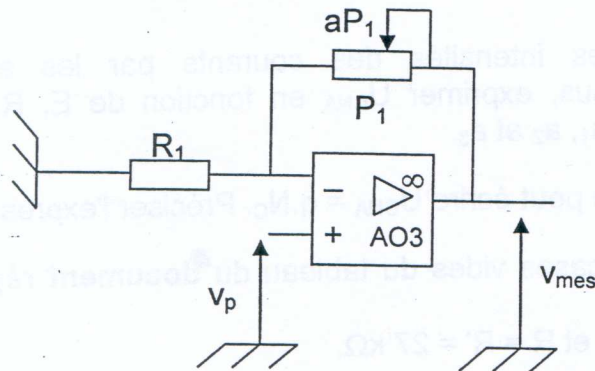

Figure 12
B.3. Etude de l'amplificateur (figure 12)